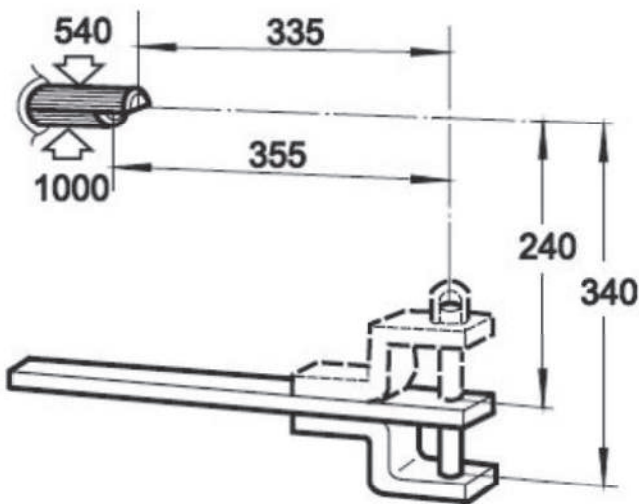

Fig. 4-44 Posición de la horquilla de remolque con respecto a la
(3) Posición de la horquilla de remolque con respecto a la TDF (ver fig. 4-44)